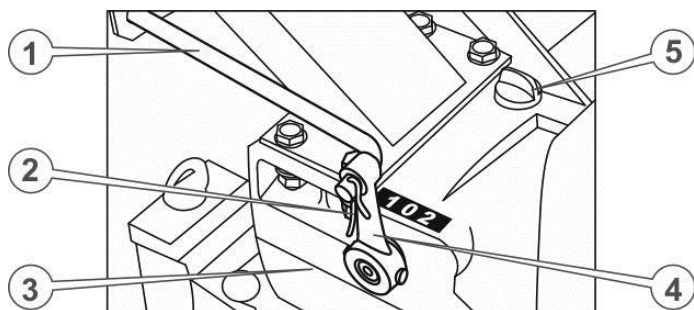

Рис. 8. – Коробка перемикання передач (КПП)
28. Встановити важіль перемикачів передач, протягнувши його через вушко на кермі та вставивши кінцевим загином в отвір у коромислі на коробці перемикачів передач (див. Рис. 8.), зафіксувати важіль шплінтом.